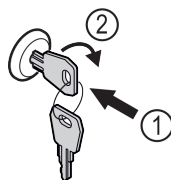

Fig. 161
- ▶ Iespiediet atslēgu. Fig. 161 (1)
- ▶ Grieziet atslēgu par 90° pulksteņrādītāja virzienā. Fig. 161 (2)